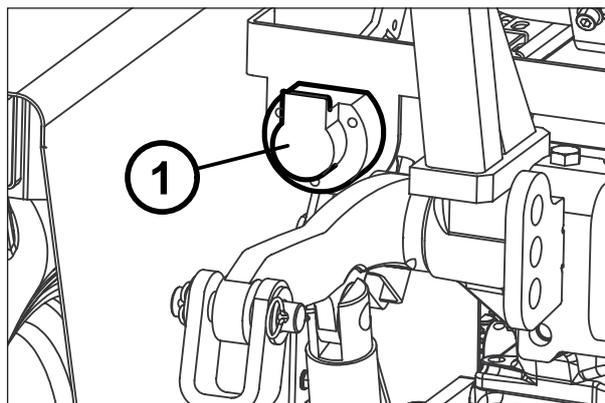

Fig. 50 - Toma de corriente para el remolque
- c- Toma de corriente para el remolque (1 Fig. 50).